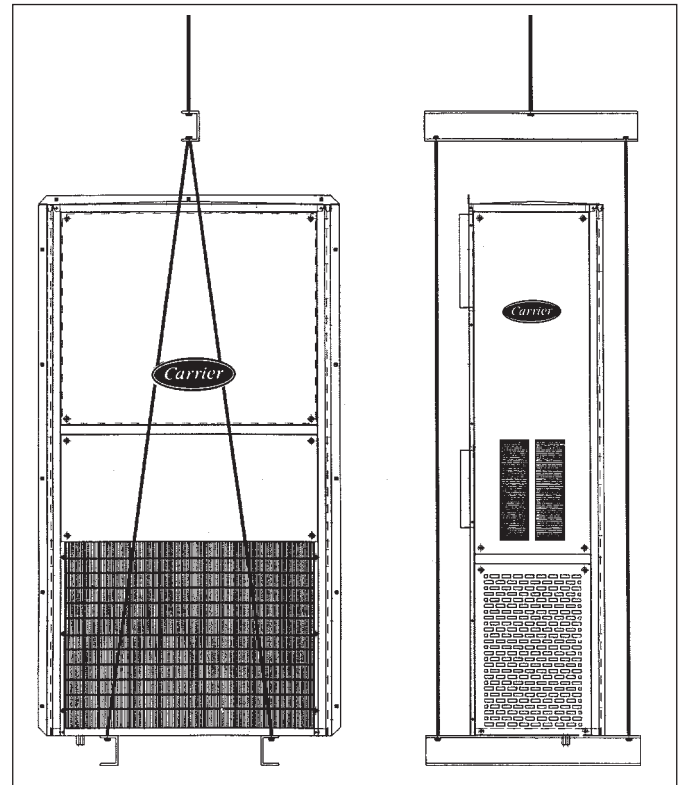

Figura 1 - Içamento
- Para içar a unidade utilize suportes conforme indicado na figura 1.